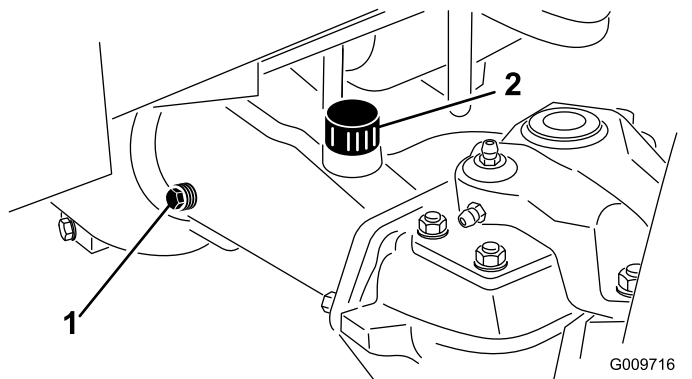

図 72
2. アクスルの一方の端部から点検用プラグを抜き、穴の高さまで潤滑油があることを確認する 図 72。